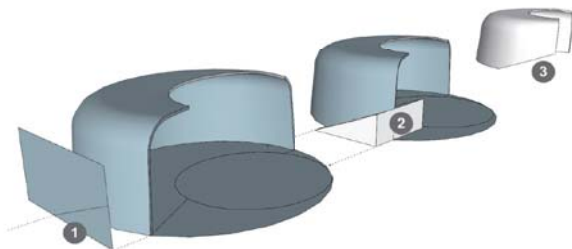

图 2.4.9 切割掉一个角
(1) 在模型端部建立一临时立面, 根据造型设想画出斜线, 如图 2.4.9 ①所示。
(2) 用推拉工具拉出这个三角形后做模型交错, 如图 2.4.9 ②所示。
(3) 删除多余的废线面后, 建模任务完成, 成品如图 2.4.9 ③所示。